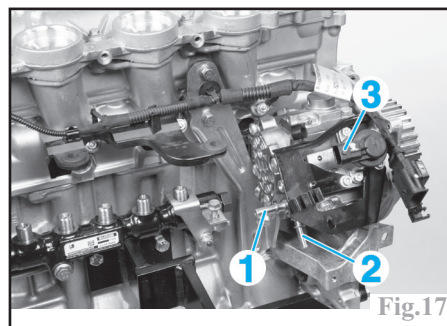

Fig.17
Déclipser les tuyaux d'alimentation en combustible de la pompe (1) et (2) (Fig.17).
Débrancher le connecteur (3) de la pompe (Fig.17).